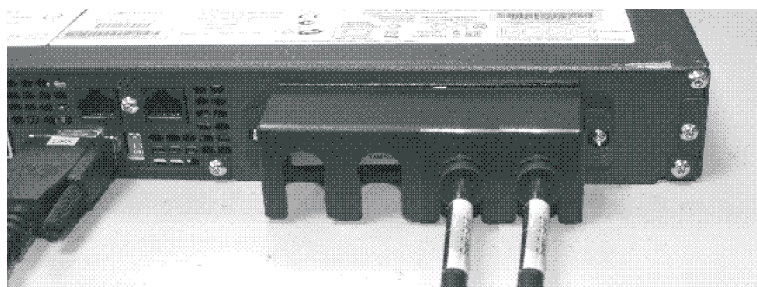

図 19. 2145 UPS-1U の電源ケーブル保持ブラケット
5. 図 19 に示されているように、それぞれの側に 1 つずつねじを使用して、ブラケットを所定の位置に固定します。